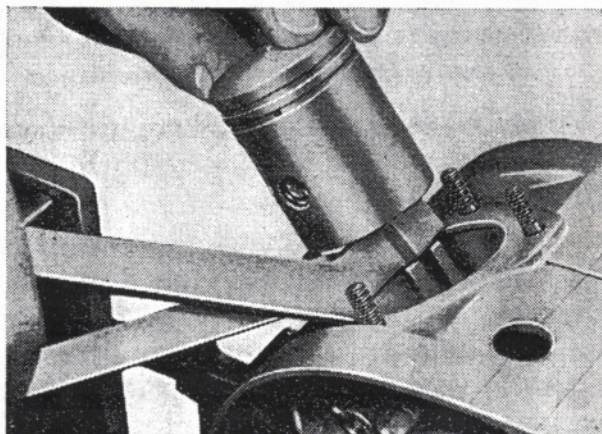

Abb. 55 Pleuel richten
7. Das Auswinkeln des Pleuels erfolgt mit den Richtgabeln, Teile-Nr. 0301-70700-00.1, wie auf Abb. 55 gezeigt.